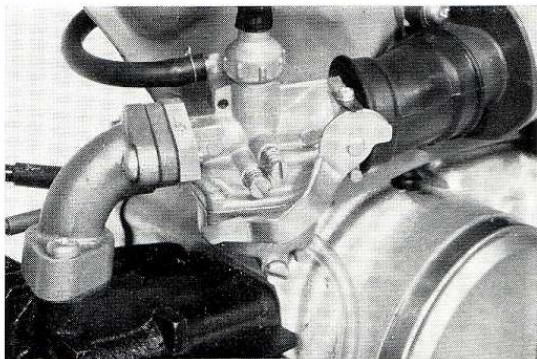

Fig. 44. — RÉGLAGE DU CARBURATEUR EN MARCHE A VIDE.
3. Réajustez la vis de limitation pour marche à vide à la marche à vide normale de 1.500 rotations par minute. (Fig. 44).